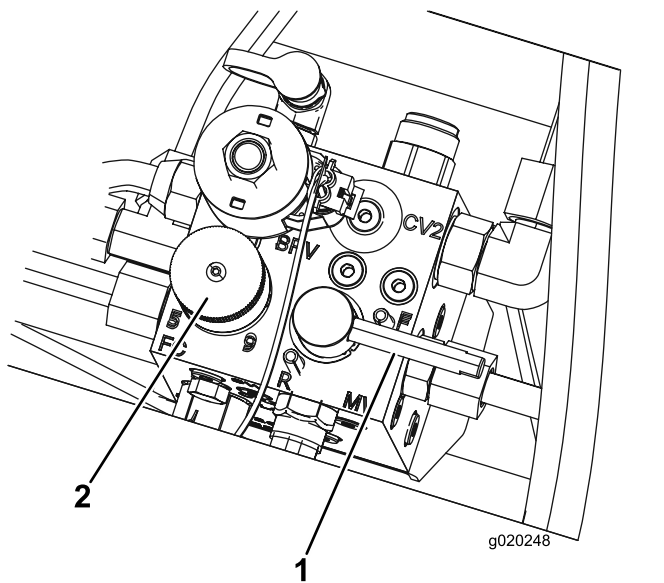

Figura 83
5. Ponga el control de velocidad del molinete en la posición 1 (Figura 83).
6. Mueva la palanca de Autoafilado a la posición de autoafilado (R) (Figura 83).